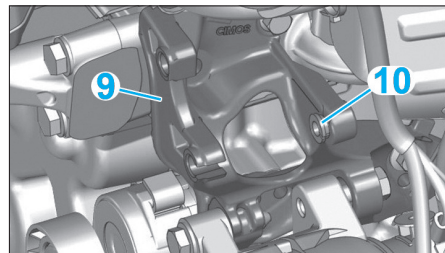

Fig. 20
- Avant le remontage de la pompe d'assistance de direction, vérifier la présence de la bague (10) sur le support de pompe de direction assistée (9) (Fig.20).